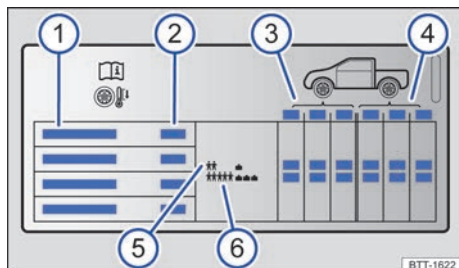

Fig. 159 Datos en el adhesivo de la presión de inflado de los neumáticos.
Datos que figuran en el adhesivo de la presión de inflado de los neumáticos → fig. 159:
En función del vehículo, el adhesivo de la presión de inflado de los neumáticos puede incluir una presión de inflado de confort → fig. 159 ③. La presión de inflado de confort permite aumentar el confort de marcha. Cuando se circula con la presión de inflado de confort, puede que se incremente el consumo de combustible.